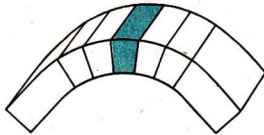

Bild 58/1 Veränderung des Werkstoffes an der Biegestelle
► Durch das Biegen erhalten Werkstücke Rundungen oder Kanten. Dabei wird der Werkstoff an der Biegestelle verändert (Bild 58/1).
● Betrachte das Bild 58/1! Beschreibe die Veränderungen des Werkstoffes an der Biegestelle!